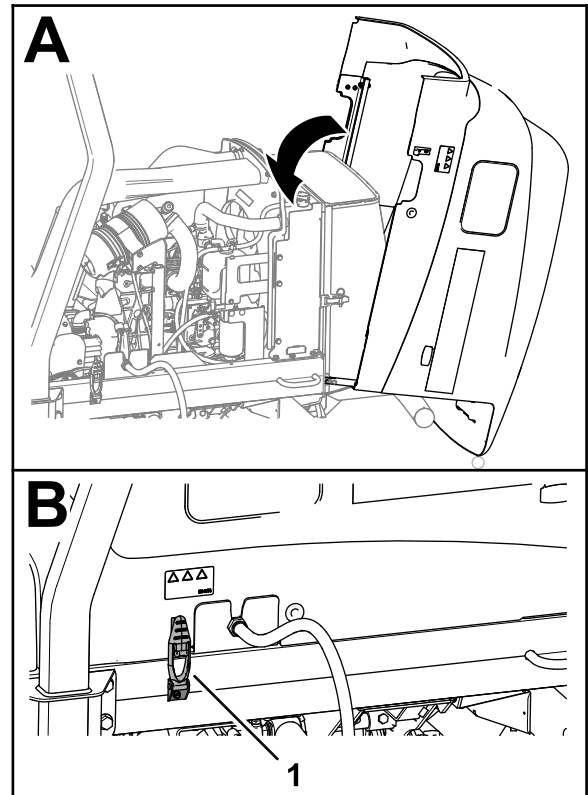

Figure 60
1. Refermez le capot avec précaution (Figure 60).